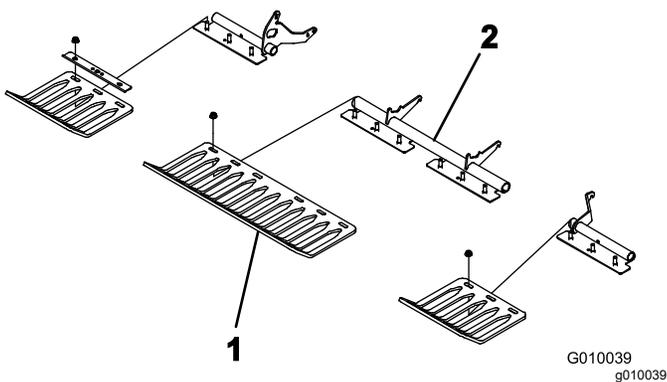

Figure 23
- Fixez légèrement les protège-gazon sur leurs supports à l'aide de 4 brides de serrage et 12 écrous à embase (Figure 23). Ne serrez pas les fixations.
**Remarque:** À la livraison, les brides de serrage des protège-gazon et les écrous à embase sont fixés sur les supports des protège-gazon (Figure 23).